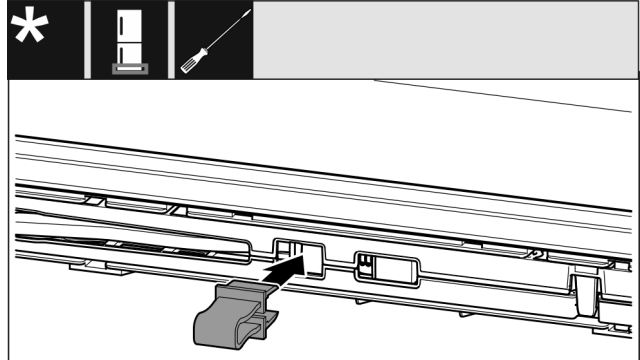

Fig. 14
- ▶ Fikseerige kaitse avasse Fig. 14 ().